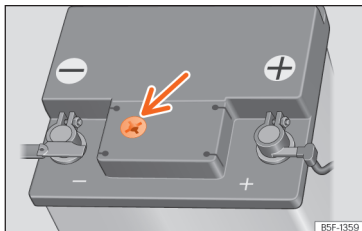

Abb. 188 Sichtfenster an der Oberseite der 12-Volt-Fahrzeugbatterie (Prinzipsdarstellung).
- Prüfen Sie die Farbanzeige im runden Sichtfenster an der Oberseite der Batterie » » » **[Abb. 188]**.